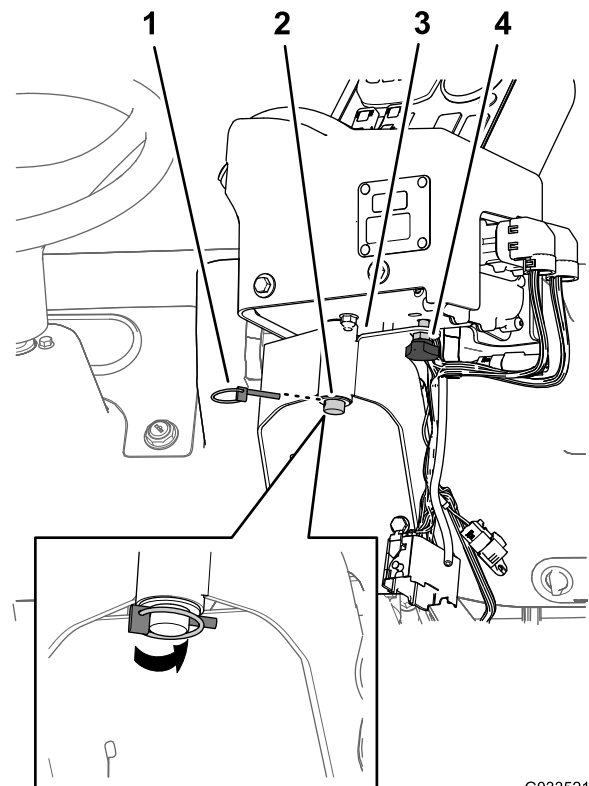

Figure 19
2. Fixez la console de commande au support du boîtier de commande au moyen de la goupille de circlip (Figure 19).
- Montez et serrez la molette de serrage pour empêcher la console de tourner durant cette opération (Figure 19).